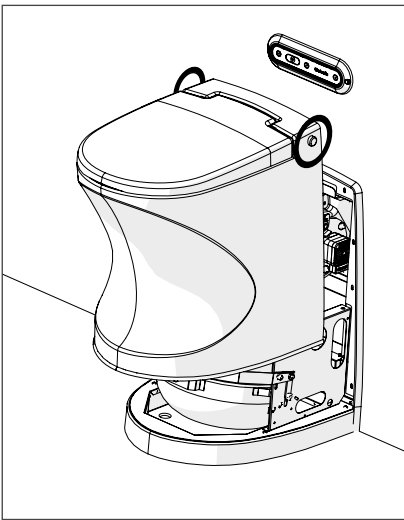

Bild 4
2. Dra ut toaletthöljet från fästet på bakre väggen. Det går enklare att dra ut höljet om du håller fingrarna runt "knopparna" (bild 4).